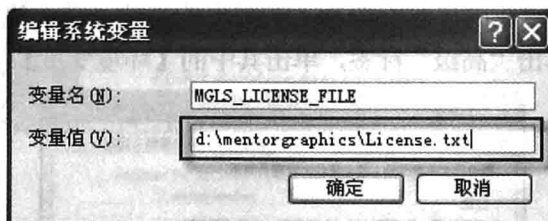

图 1-15 变量值设置
(12) 如图 1-15 所示,将变量值改为证书文件的路径,如“d:\mentorgraphics\License.txt”,然后单击【确定】按钮并退出。